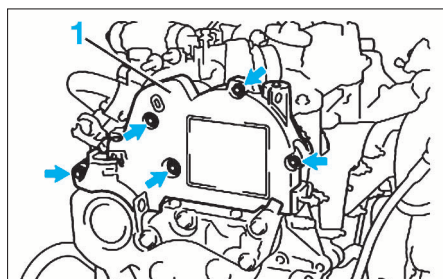

FIG. 1
- Déposer les 5 vis puis le couvercle de courroie de distribution (1) (fig. 1).